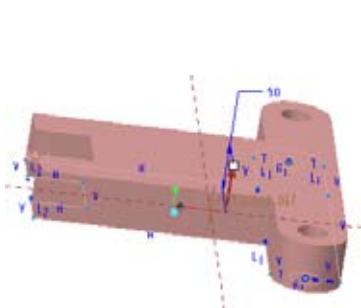
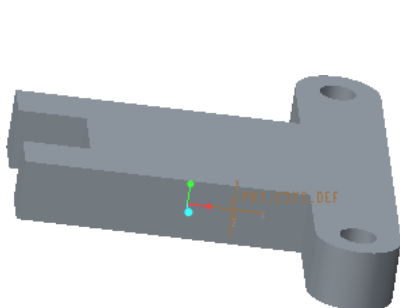

图3-109 设置拉伸深度
图3-110 创建连接底板
- 04 在操控板中设置拉伸深度为50，拉伸方向为向上，如图3-109所示。单击【确定】按钮，结果如图3-110所示。